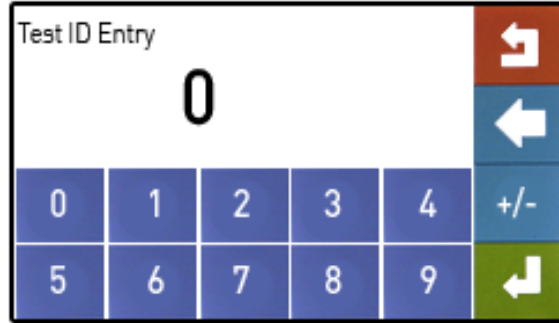

Figura 15 – Entrada de ID de Prueba
- **Entrada de ID de Prueba** (Figura 15). Esta pantalla le ofrece la posibilidad de introducir un número de identificación para los datos de la prueba que está guardando. Cuando termine, pulse  para continuar.